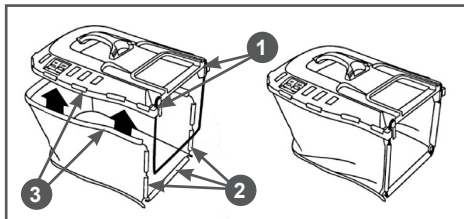

Рис. 7 Сборка травосборника
- Установите металлическую скобу травосборника 1 как показано на Рис. 7.
- Соедините нижнюю и верхнюю часть травосборника при помощи специальных защелок 3 (Рис. 7).